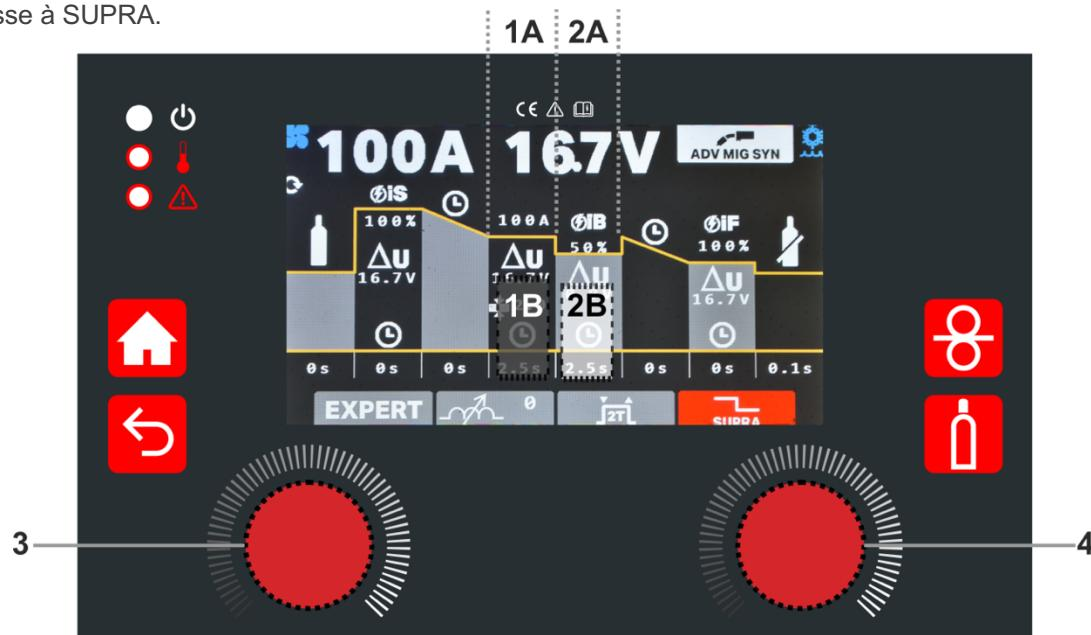

Fig. 9
- Pour sélectionner le soudage SUPRA, qui est un soudage pulsé (une alternance entre deux niveaux de puissance) avec le mode de transfert en court-circuit - tourner l'encoder latéral droit (nr. 4 - Fig.9) jusqu'à ce que le bouton SUPRA (couleur rouge) soit sélectionné, puis tourner le même encoder latéral droit jusqu'à ce qu'il passe à SUPRA.
temps de puissance secondaire (2B - Fig. 9) soit rouge et en tournant le même encoder.
- Brancher l'adaptateur Euro / TIG à la prise Euro Mig et la torche TIG à cet adaptateur comme indiqué sur la Fig. 9.